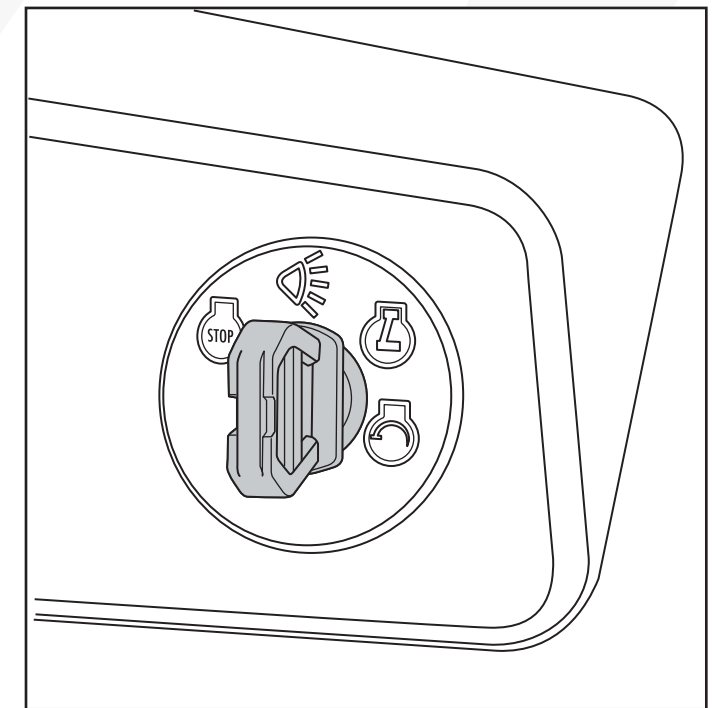

Fig. 17
1. Para encender los faros, gire la llave de la posición RUN a la posición HEADLIGHT. (Fig. 17)